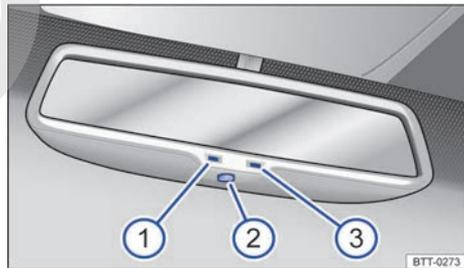

Fig. 71 En el parabrisas: espejo retrovisor interior antideslumbrante automático.
Leyenda para ⇒ **fig. 71**:
- ① Luz de control.
- ② Interruptor.
- ③ Sensor para reconocer la incidencia de luz desde atrás.
El antideslumbrante automático se puede conectar y desconectar con el interruptor en el espejo retrovisor interior ⇒ **fig. 71** ②. Si está conectado el antideslumbrante automático se enciende la luz de control ⇒ **fig. 71** ①.
- Un sensor del lado que indica hacia el interior del vehículo, que mide la incidencia de luz desde *atrás* ⇒ **fig. 71** ③.